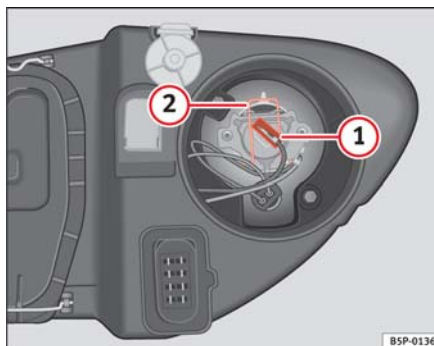

Fig. 170 Luz de carretera
- Extraiga el conector ⇒ fig. 170 ① de la lámpara.
- Presione el resorte ⇒ fig. 170 ② hacia dentro y hacia la derecha. ▶